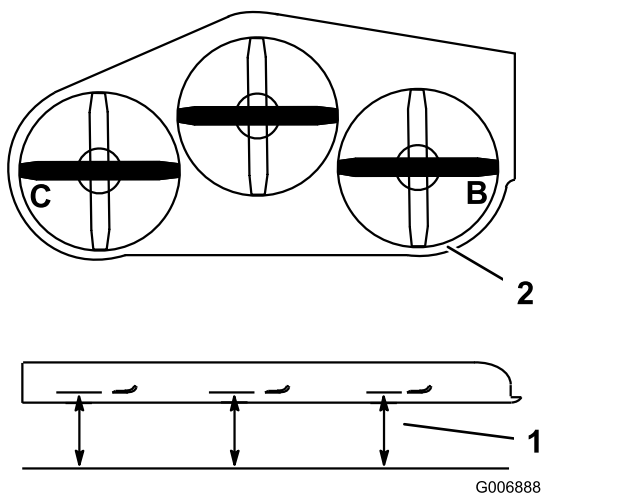

Figure 80
- Aux points **B** et **C**, mesurez l'écart entre une surface plane et le tranchant de la pointe des lames (Figure 80).